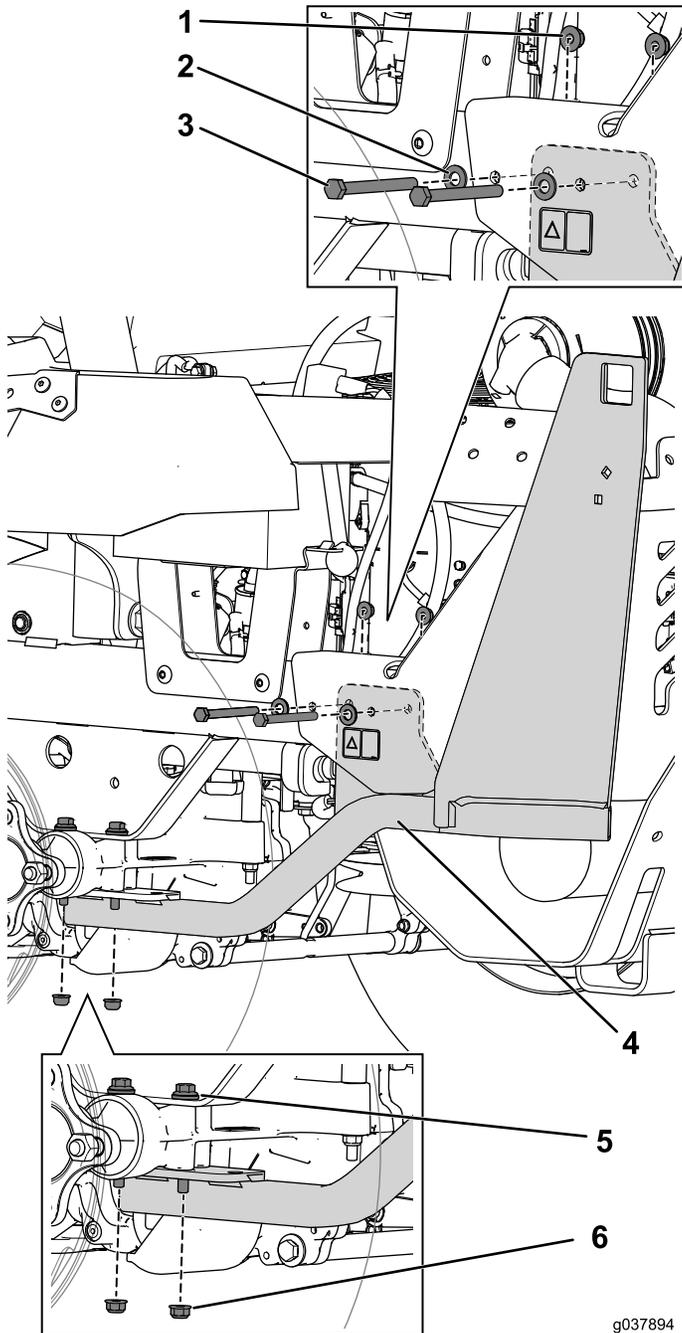

Figure 12
les écrous que vous avez mis de côté (Figure 12).
5. Fixez le support au cadre à l'aide des 2 boulons (5/16" x 3/4") et écrous (Figure 12).